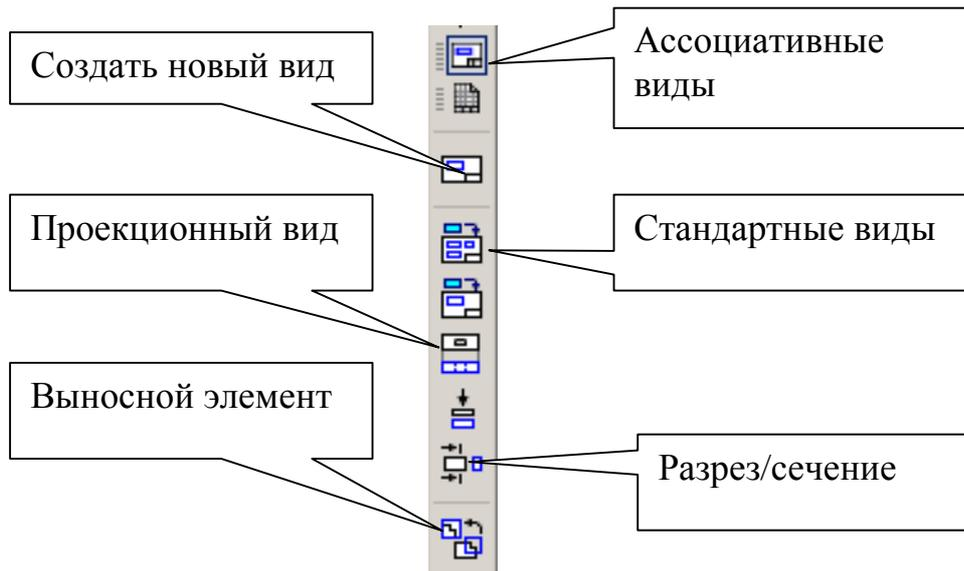

Рис.23
- Активизируйте кнопки: *Ассоциативные виды* и *Стандартные виды*, рис. 23.